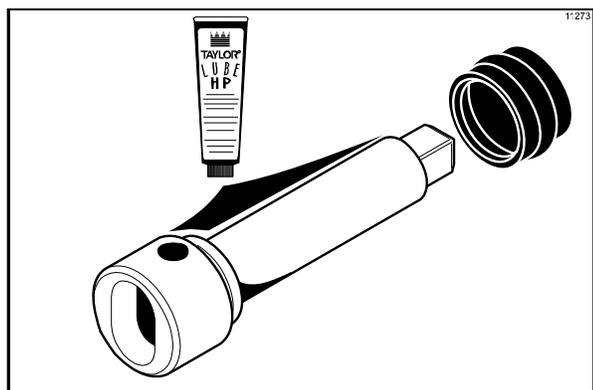

图 110
1. 在安装刮刀架传动轴之前，先润滑刮刀架传动轴上的环槽。将刮刀架传动轴的护套密封圈套在刮刀架传动轴的细端上并使其滑入轴上的环槽内。大量润滑护套密封圈的内部，同时润滑与后轴承套相接触的护套密封圈的扁平端。在轴上涂抹一层均匀的润滑油。不要润滑传动轴的四方轴端。（见图 110。）